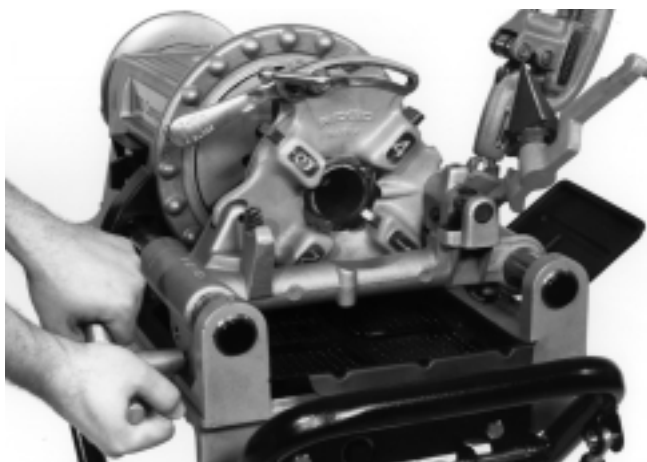

Figura 10 – Roscado de un tubo con el Cabezal de Terrajas de Apertura Rápida No. 811-A
5. Gire el volante del carro para colocar las terrajas contra el extremo del tubo. Una leve presión sobre el volante pondrá a las terrajas en marcha (Figura 10).